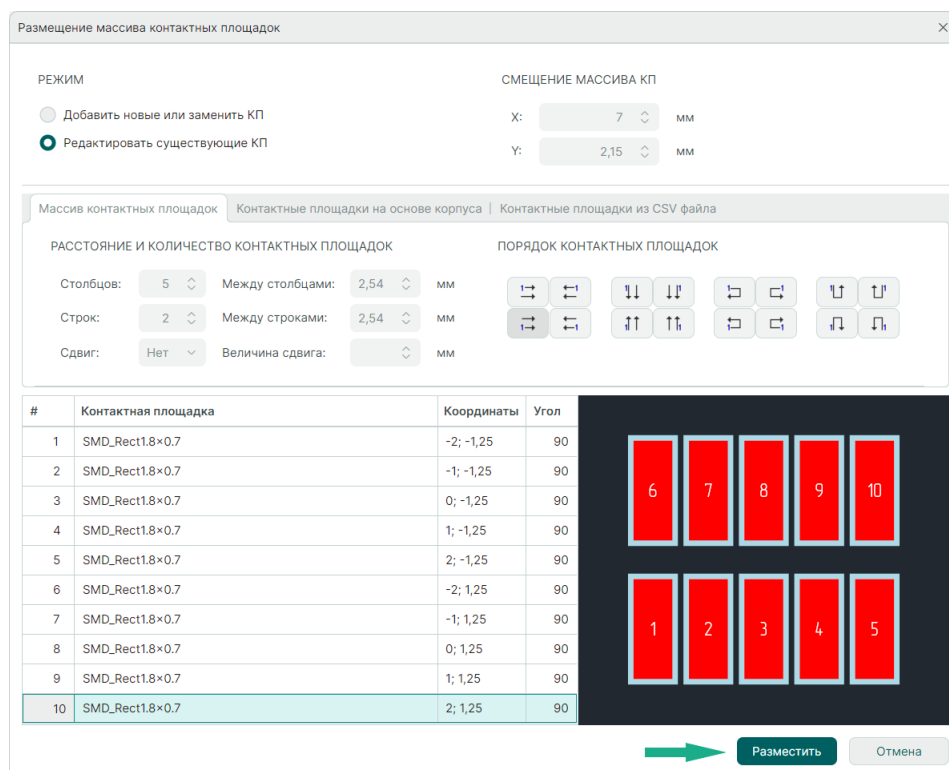

Рис. 121 Изменение координат и угла поворота контактных площадок
3. При необходимости скорректируйте координаты и угол поворота элементов массива в столбцах «Координаты» и «Угол», см. Рис. 121.